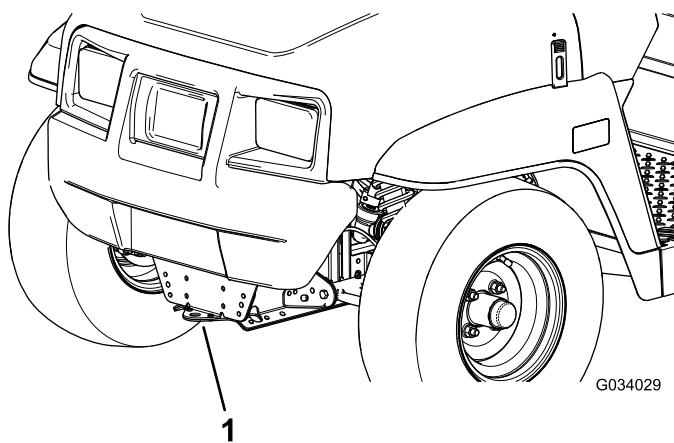

Figure 20
Utilisez des rampes d'une seule pièce pour charger la machine sur une remorque afin de la déplacer sur une longue distance. Arrimez solidement la machine sur la remorque. L'emplacement des points d'attache sur la machine est indiqué à la Figure 20 et la Figure 21.
2. Accrochez un câble de remorquage à la flèche d'attelage à l'avant du cadre de la machine (Figure 20).